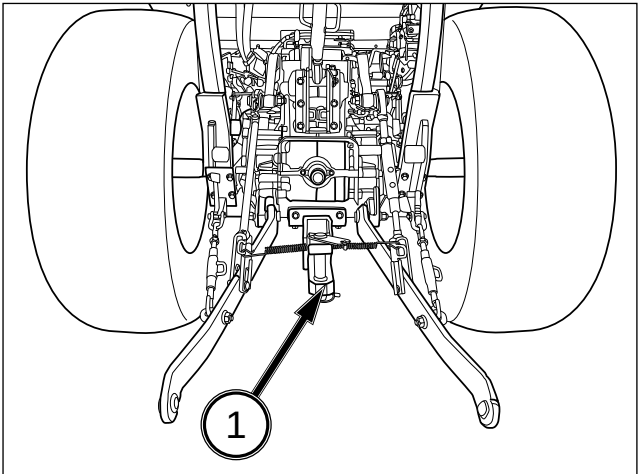

FIG. 70
FIG. 70 : Le tracteur est équipé d'un attelage arrière (TRH-1834) (1). L'attelage arrière situé à l'arrière du tracteur permet d'attacher à celui-ci des équipements remorqués. Le tracteur ne dispose pas de circuit de freinage pour la remorque.